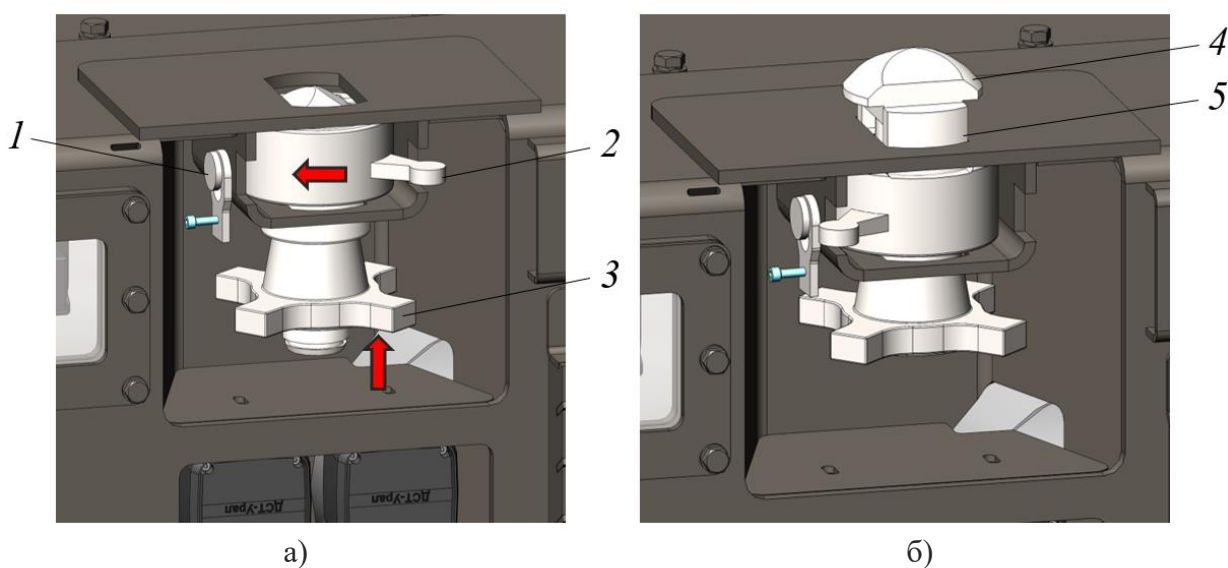
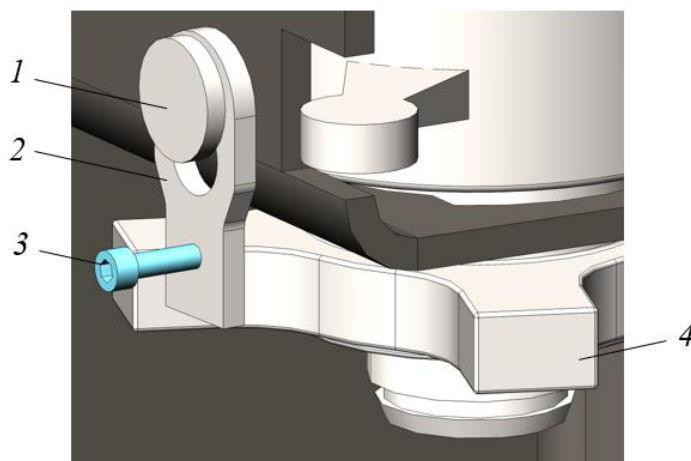

Рисунок 3.27. Твистлок
Рисунок 3.28. Стопор
Для закрепления контейнеров на грузовой платформе предусмотрены твистлоки, расположенные по краям грузовой платформы, рис. 3.27.
- ▶ Выдвинуть направляющие 5 нажатием снизу вверх на гайку 3 (нажатие показано стрелкой), рис. 3.27.
- ▶ Поворачивая гайку 3 развернуть конусную головку 4 на 90°, как показано на рис. 3.27 б).
Стопор 1 (рис. 3.27) предназначен для фиксации гайки 4 в закрученном положении, см. рис. 3.28. В нижнем положении кронштейн 2 упирается в опору 1 и препятствует самопроизвольному раскручиванию гайки 4. Винт 3 упирается в гайку и фиксирует нижнее положение стопора.